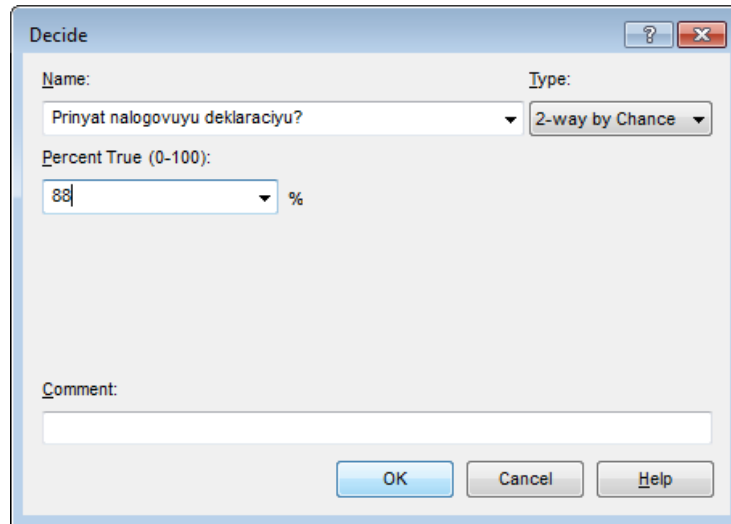

Рис. 8. Параметры модуля Decide
2. В поле *Name* введите **Prinyat nalogovuyu deklaraciyu?** (рис. 8).